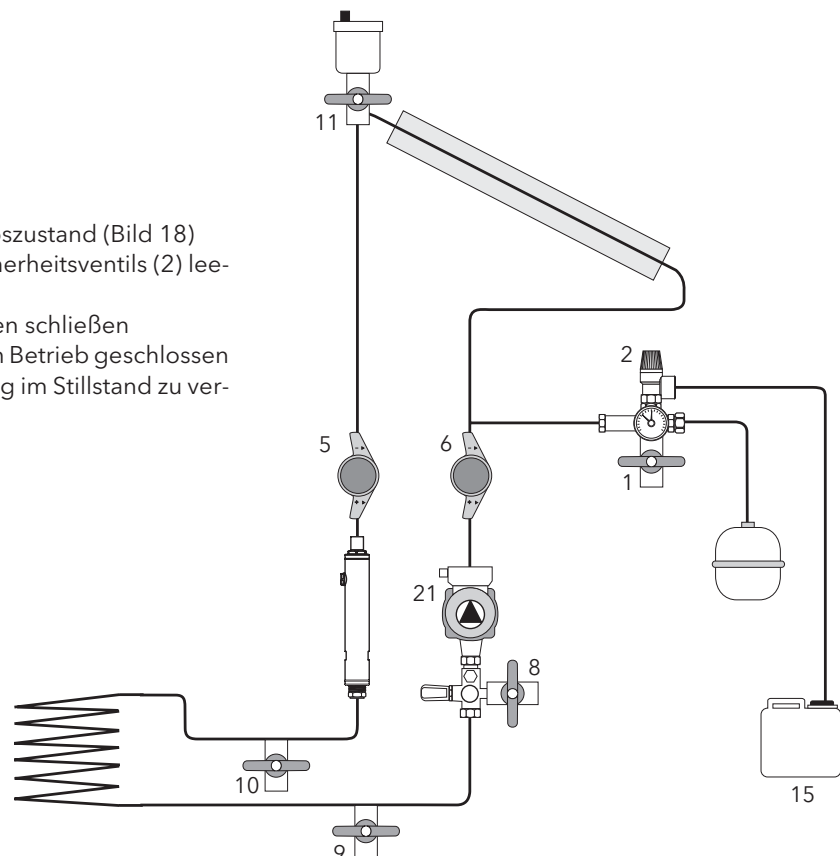

Bild 18 Betriebszustand
- Position der Armaturen im Betriebszustand (Bild 18)
- unter der Abblaseleitung des Sicherheitsventils (2) leeren Solarkanister stellen
- Kugelhahn (11) nach einigen Tagen schließen
- Kugelhahn (11) muss im laufenden Betrieb geschlossen sein, um Austritt von Dampf im Stillstand zu vermeiden